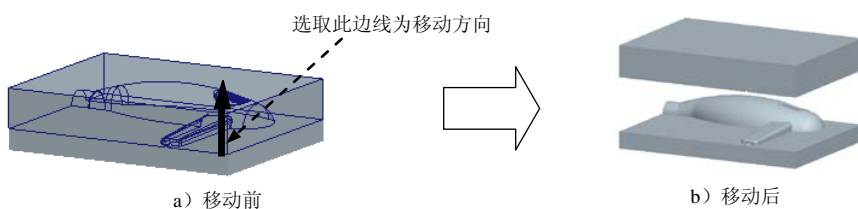

图 8.27 移动上模
Step2. 开模步骤 1。移动上模，输入要移动的距离值 100，结果如图 8.27 所示。